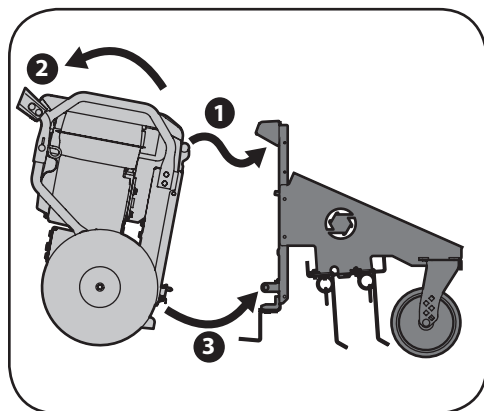

Figura 4-3
2. Haga rodar la base de potencia FLEX™ hacia adelante y vuélquela hacia arriba, enganchando la parte superior del escarificador accesorio con el montaje de la manija que viene con la base de potencia FLEX™ (Vea 1 en la Figura 4-3).